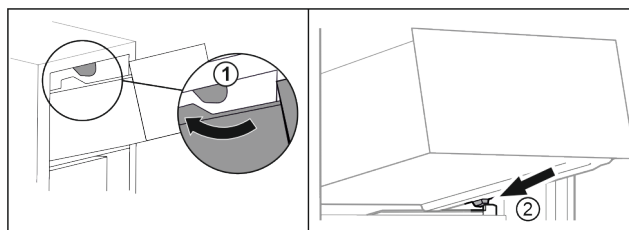

Fig. 83
- ▶ Prevedte zásuvku okolo horných zarážok. Fig. 83 (1)
- ▶ Nasadte zásuvku šikmo za dolnými zarážkami na rebro nádoby. Fig. 83 (2)